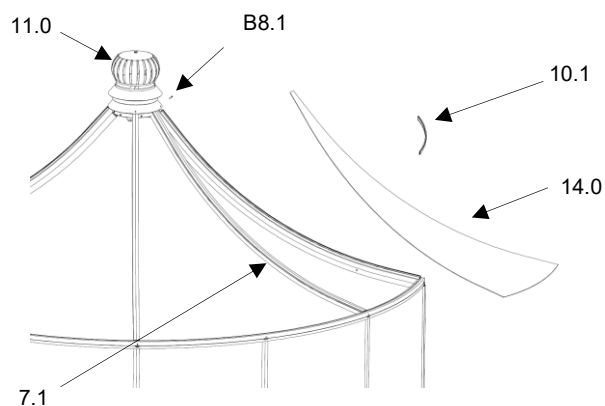

Abb.29
- beginnend mit der inneren Mittelsprosse (Dach) (7.1) wird diese am unteren Druckring des Dachlüfters (11.0) mit einer Linsenblechschraube (B8.1) montiert. (Abb.29)
- die Mittelsprosse (Dach) (7.1) unten minimal links zur Seite drücken. (Abb.29)
- oben in die Glas-Nut von den Profilen einschieben und einsetzen. (Abb.29)